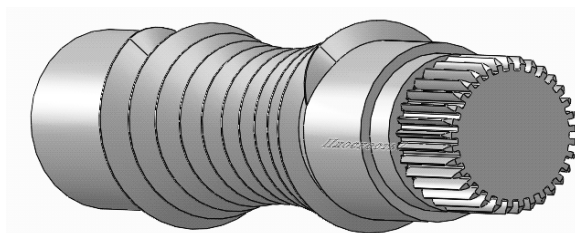

Рисунок 4.20
30. На панелі завдань **Внешние виды/Сцены** оберіть матеріал виробу (сталь з насічками) (рис.4.20).